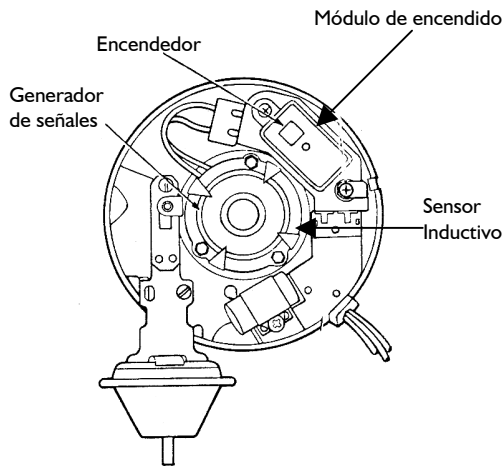

Figura 2.25
- En los automóviles norte americanos la forma básica es la que se muestra en la figura 2.25.